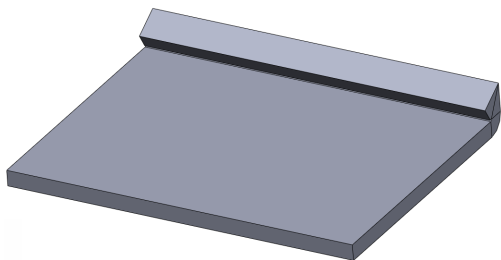

图 9-15 创建斜接法兰特征效果
(6) 单击【确定】按钮, 即可创建斜接法兰特征，隐藏基准面对象，效果如图 9-15 所示。